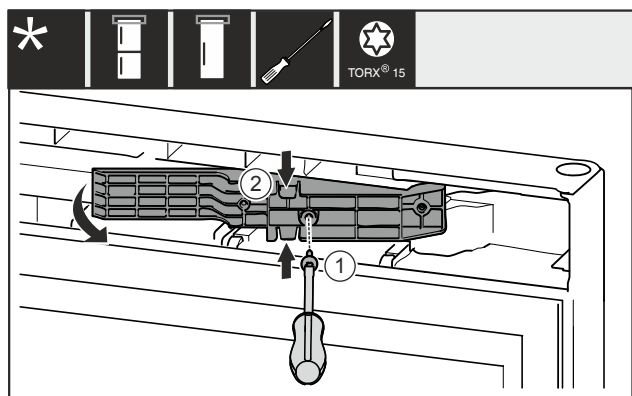

Fig. 13*
- Schroef Fig. 13 (1) verwijderen.*
- Adapterstuk Fig. 13 (2) boven en onder iets samendrukken en eruit trekken.*